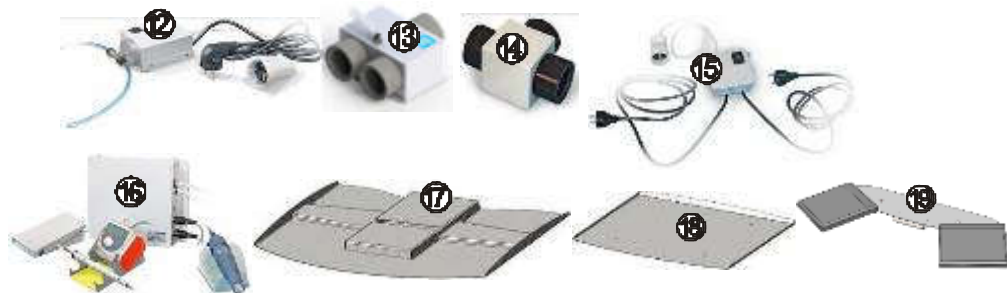

Рис.3
Поставка по дополнительной заявке (рис.3)
5.3 Дополнительные устройства и принадлежности, рис.3,5